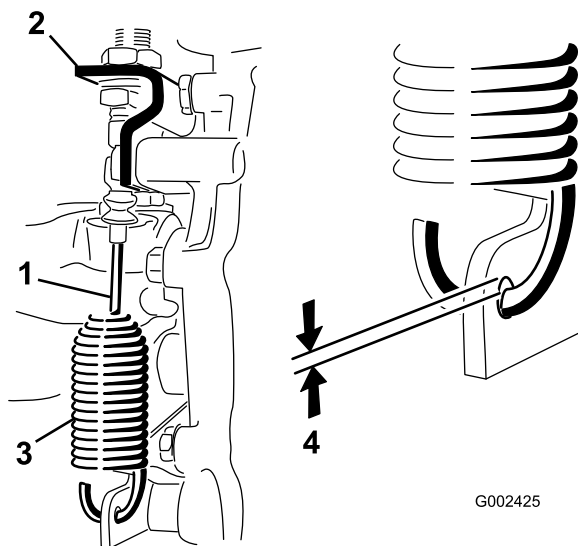

Figure 49
2. Desserrez les écrous de blocage qui fixent le câble de blocage du différentiel au support de la boîte-pont (Figure 49).